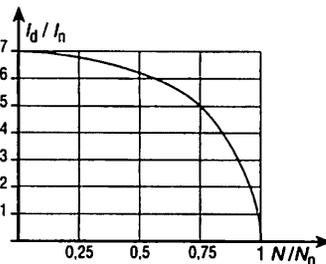

Fig. 7 : Variation de l'intensité au moment du démarrage.
3.2. Intensité et $\cos \varphi$ (fig. 7)